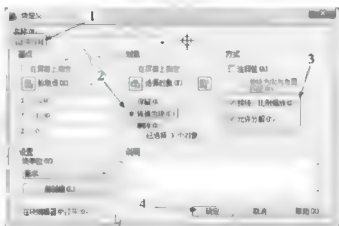

图2-69
**步骤5:**设置【定义块】对话框参数, 具体设置如图2-69所示。